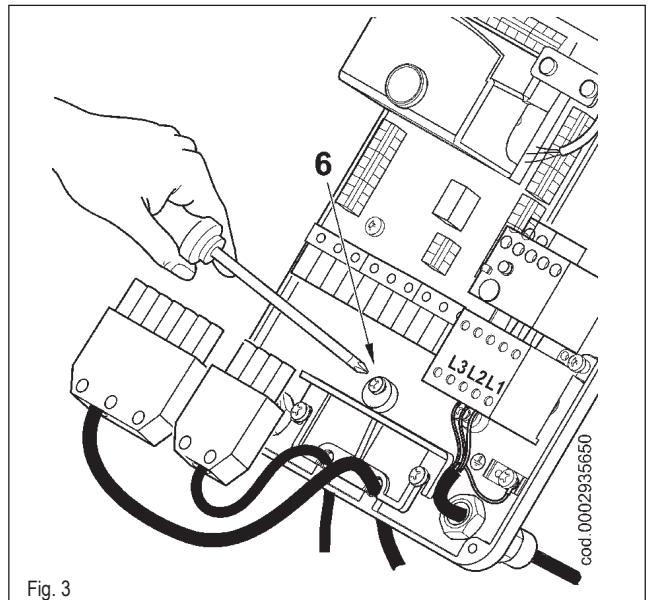
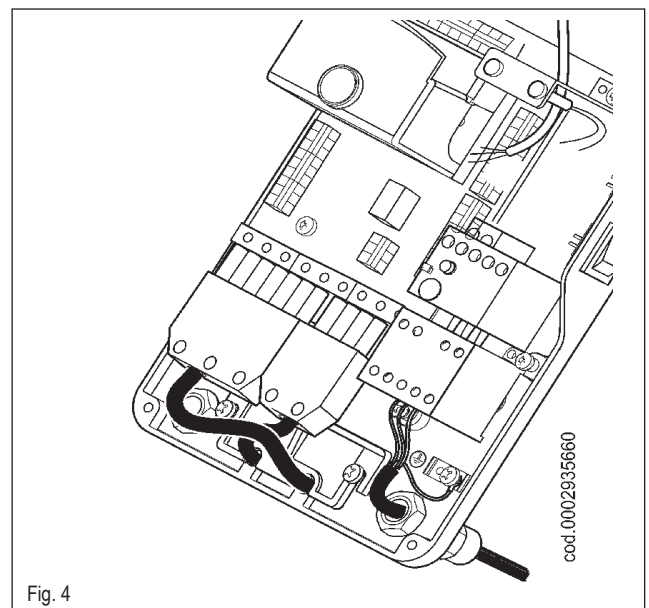

Fig. 3
Fig. 4
- Repositionner la plaquette de serrage des câbles comme indiqué sur la figure 3. Tourner l'excentrique (6) de façon que la plaquette exerce une pression adéquate sur les deux câbles puis serrer les vis qui fixent la plaquette. Enfin, relier les deux fiches à 7 et à 4 pôles (voir fig.4)